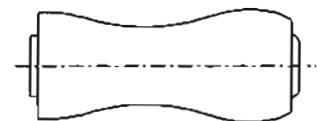

Fig. 4-4
- 2). Turn the P3 post (take-up side guide roller) clockwise using a wrench until the margin area on the envelope (take-up side) disappears, then turn the guide roller counterclockwise until the margin area reappears. (Fig. 4-4)
- 2). P3ポスト(出側ガイドローラー)を二股レンチにて右に回し、エンベロープの出側のマージン・エリア部が無くなるまで下げ、今度はガイドローラーを左に回し、マージン・エリア部が出るまで戻す。(Fig. 4-4)